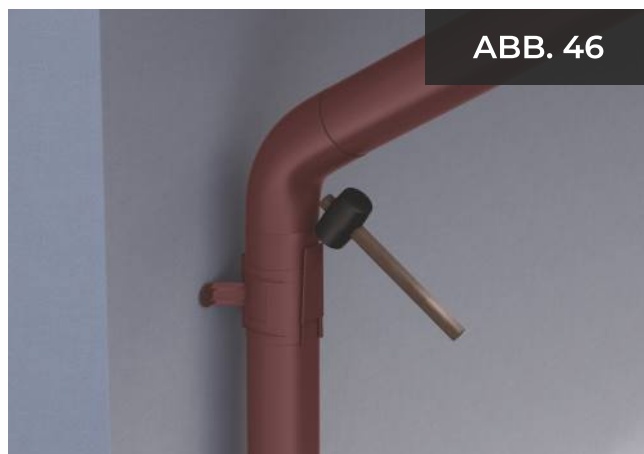

ABB. 46
- “ Mithilfe eines Gummihammers werden die Keile vollständig eingeschlagen, was den Fallrohren Steifheit verleiht. (Abb. 46)